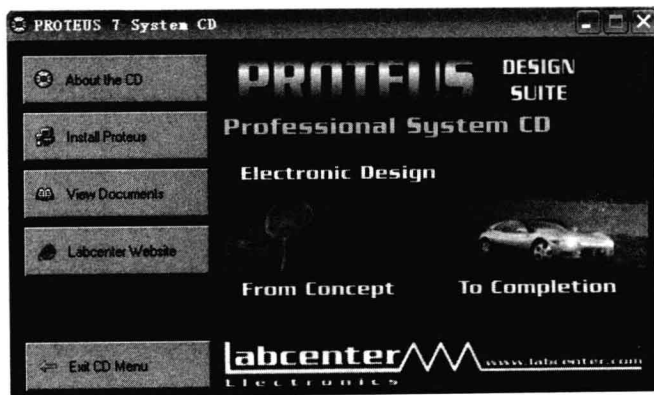

图 1.2.1 PROTEUS 安装界面图
(1) 插入安装光盘, 出现光盘自动运行界面, 如图 1.2.1 所示。注意: 安装时请勿插入软件加密狗, 直到安装完毕后再插入加密狗。